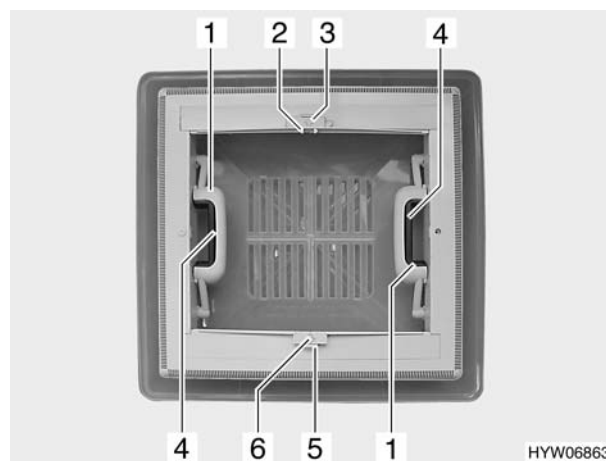

Fig. 61 Oblò a scatto
- Premere la chiusura a scatto (Fig. 61,4) verso l'interno dell'oblò. Premere contemporaneamente verso l'alto l'oblò con la maniglia (Fig. 61,1).
- Premere l'arresto (Fig. 61,5) verso il lato esterno dell'oblò.
- Tirare l'oscurante a rullo per la maniglia (Fig. 61,6) fino alla maniglia contrapposta della zanzariera a rullo (Fig. 61,2) e farla innestare.
- Serrare la maniglia (Fig. 61,2). L'arresto si sblocca.
- Ricondurre lentamente l'oscurante a rullo accompagnandolo con la maniglia (Fig. 61,6).
- Premere l'arresto (Fig. 61,3) verso il lato esterno dell'oblò.
- Tirare la zanzariera a rullo per la maniglia (Fig. 61,2) fino alla maniglia contrapposta dell'oscurante a rullo (Fig. 61,6) e farla innestare.
- Ricondurre lentamente la zanzariera a rullo accompagnandola con la maniglia (Fig. 61,2).